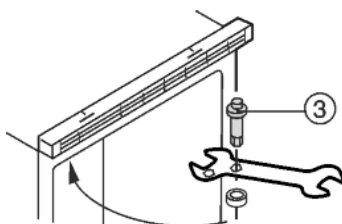

Fig. 3
- ▶ Oberen Scharnierbolzen Fig. 3 (3) herausdrehen und auf der Gegenseite **fest (mit 4 Nm)** eindrehen.
- ▶ Tür in oberen Scharnierbolzen Fig. 3 (3) einhängen und schließen.